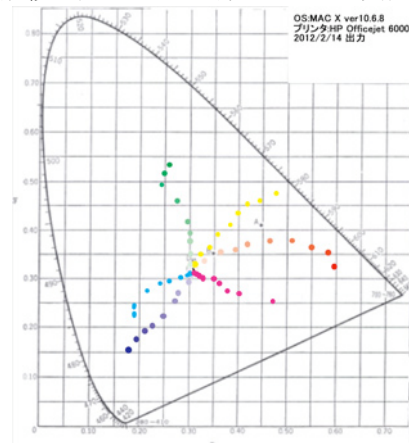

図 2.混色色票の CIE 色度図
- 3.色の推移を図 2.混色色票の CIE 色度図に示す。